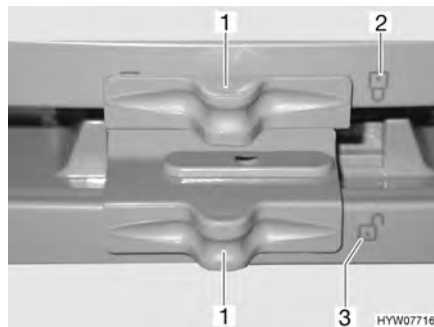

Fig. 146 Bloccaggio della porta del frigorifero/del vano congelatore (serie Dometic 7 con vano congelatore separato)
- Spingere il bloccaggio (Fig. 146,1) di lato in modo che la serratura aperta "🔓" (Fig. 146,3) sia visibile.
- Spingere il bloccaggio (Fig. 146,1) di lato in modo che la serratura aperta "🔓" (Fig. 146,2) sia visibile.